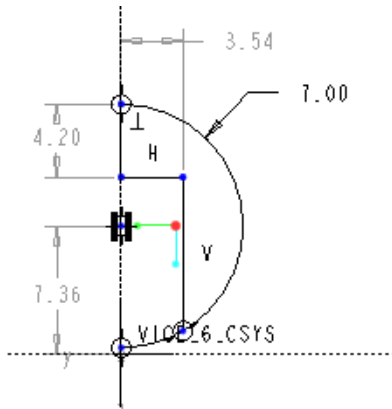

図 6-7 ハンドル挿入部の定義
- 次に図 6-7 に示すように、薄く表示されている数字をダブルクリックし、半円の半径を設計値 7mm に変更する。仮寸法の影響を受けて半円が小さく表示された場合は、半円の中心位置を示す垂直方向の数値(図 6-6 では 7.36mm に相当する)を小さな値に変更してもよい。
- 「直線ツール」 を使用してハンドルが挿入される穴部の垂直線と水平線を、図 6-7 のようにスケッチする。一筆書きの要領で、線を切らずに連続的に描くとよい。